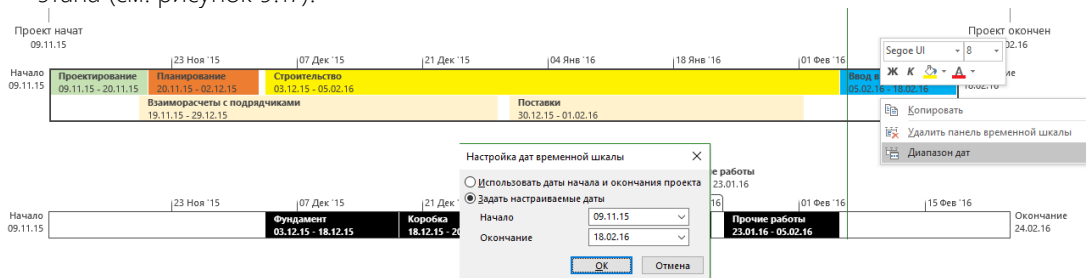

Рисунок 9.17 – Настройка диапазона отображения временной шкалы
5. По желанию можно задать диапазон отображения, например, только с дат начала и окончания этапа (см. рисунок 9.17).